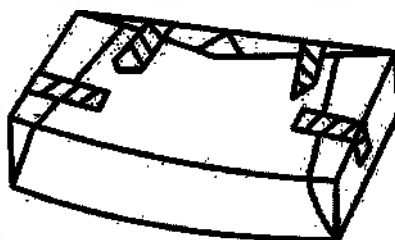

Рисунок 1. Способ упаковывания изделий в листовые оберточные материалы для последующей стерилизации.
3.4. Листовой материал используют общепринятым способом, упаковывая изделия последовательно в два листа для создания двухслойного свертка (рис.1). Каждый сформированный сверток фиксируют самоклеющейся лентой для стерилизации с
3.14. Вскрытие свертков из листовых упаковочных материалов производится в последовательности, обратной упаковыванию, после разрезания ножницами упаковочной ленты (рис.1).